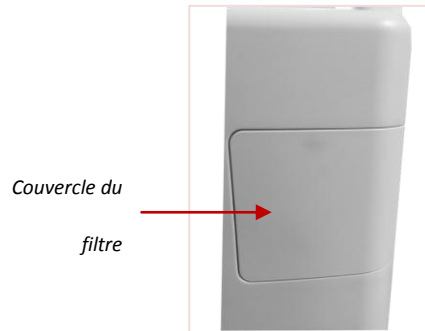
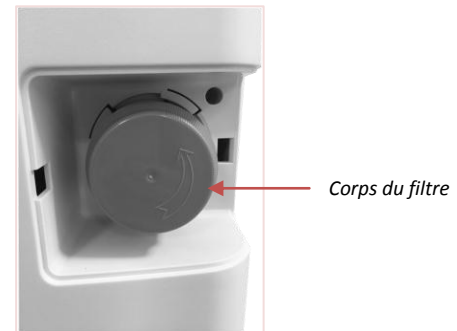

Figure 4-1
Figure 4-2
- Le couvercle du filtre compresseur se trouve à l'arrière de l'appareil (voir Figure 4-1 ci-dessous). Ouvrez le couvercle du filtre compresseur (voir Figure 4-2 ci-dessous) et dévissez le corps du filtre dans le sens